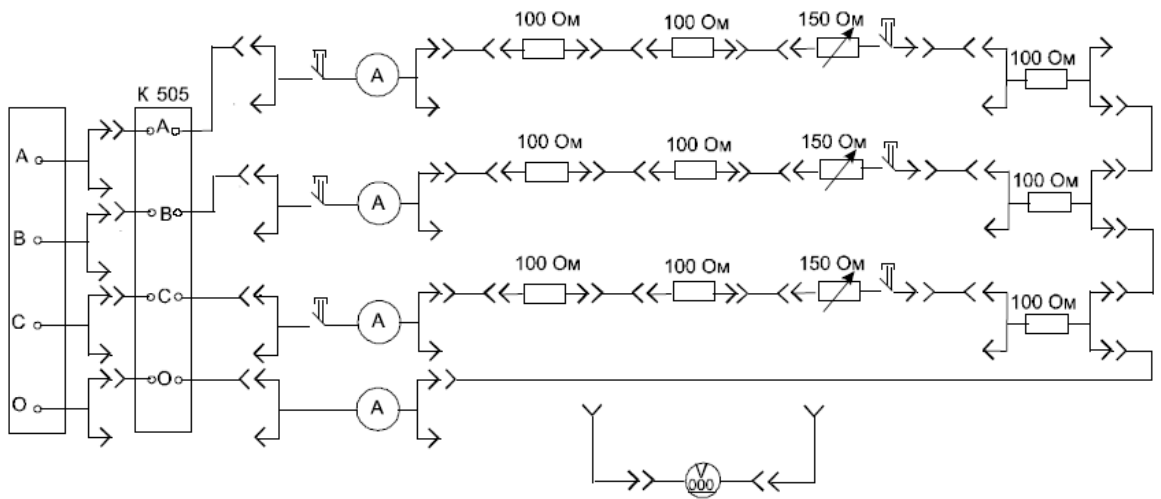

Рис. 15
4. Собрать четырехпроводную трехфазную цепь по монтажной схеме, рис. 15, используя в качестве нагрузки каждой фазы три постоянных и один переменный резисторы, соединенные последовательно. Подключить к исследуемой цепи нейтральный провод. Для этого соединить соединителем штекерное гнездо «0» источника питания с соответствующей генераторной клеммой измерительного комплекта, а нагрузочную клемму «0» измерительного комплекта с соответствующим нагрузке штекерным гнездом (рис. 15).